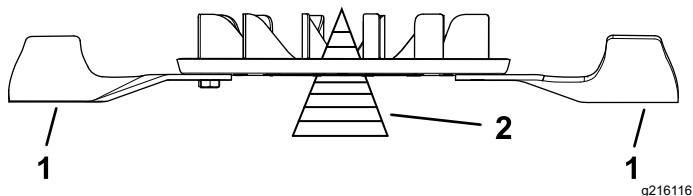

Bild 109
2. Prüfen Sie die Auswuchtung des Messers auf einer Ausgleichsmaschine (Bild 109).